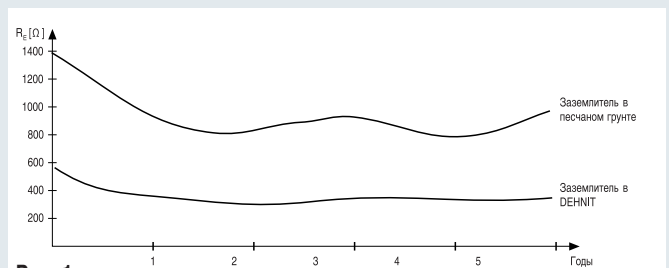

Рис. 1
- получаемые сопротивления заземления практически не зависят от температурных и климатических колебаний и остаются постоянными в течении долгого времени (см. рис. 1).